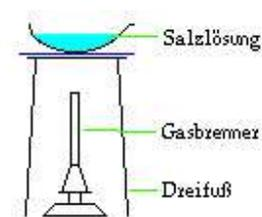

Abb.2: Abdampfen
- Gieße wenig Filtrat in die Porzellanschale und erhitze die Lösung (siehe Abbildung 2) unter ständigem Rühren mit dem Glasstab (SCHUTZBRILLE!) bis zur Trockene.